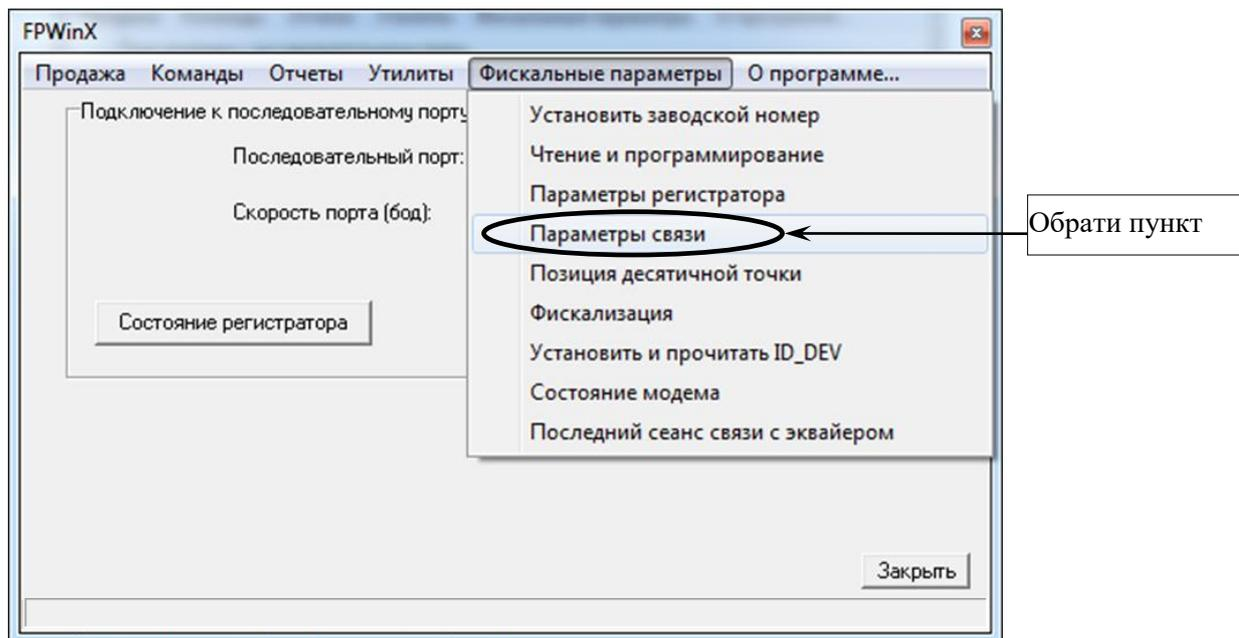

Рисунок 28
6.1.4 У вікні програми обрати закладку «Фискальные параметры», далі у випадіючому меню обрати пункт «Параметры связи» (рисунок 28).